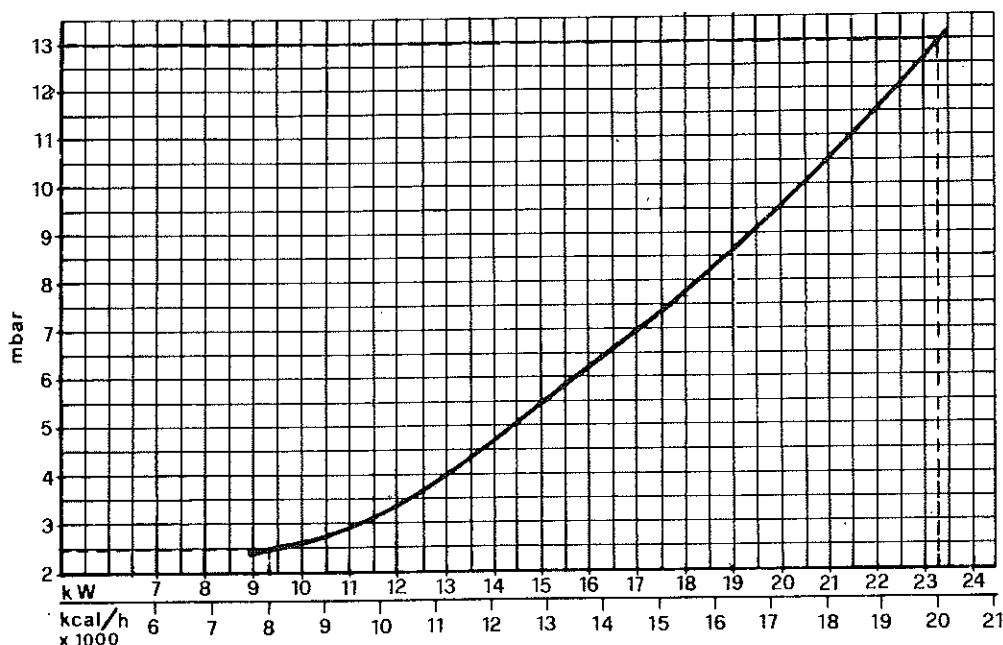

Fig. 4
N.B. - Le pressioni gas al bruciatore e le portate gas nella fase di riscaldamento impianto indicate in tabella si riferiscono alla potenza nominale della caldaia: volendo ridurre tale potenza (ove possibile), è necessario diminuire la pressione del gas, riferendosi ai diagrammi di fig. 4 - 5 - 6.
Sulle caldaie è possibile regolare la portata termica del focolare e di conseguenza la potenza termica resa all'acqua di riscaldamento agendo unicamente sulla regolazione del bruciatore principale attraverso la scheda elettronica (fig. 14). La potenza resa al sanitario rimane invariata. I diagrammi (fig. 4 - 5 e 6) indicano la variazione della potenza termica resa all'acqua al variare della pressione di funzionamento del bruciatore. Poter adeguare la potenza della caldaia alle effettive esigenze di riscaldamento, significa soprattutto ridurre le dispersioni e quindi risparmiare combustibile. Inoltre, con la variazione di potenza regolamentata anche dalla normativa, le caldaie mantengono pressochè inalterati i valori di rendimento e le caratteristiche di combustione.